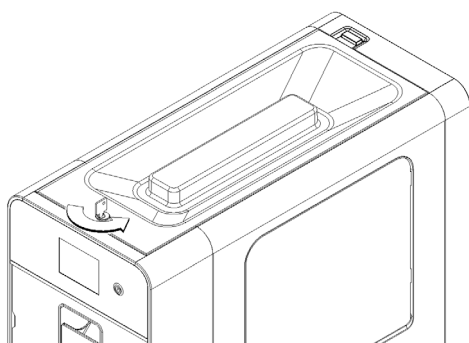

Bild 15
- 4 Den Deckel abnehmen. Falls das Schloss für die Sicherheitsverriegelung des Deckels vorhanden ist, den Schlüssel gegen den Uhrzeigersinn drehen. (Bild 15)
Falls das Schloss für die Sicherheitsverriegelung des Deckels vorhanden ist, den Schlüssel gegen den Uhrzeigersinn drehen und abziehen. (Bild 15)